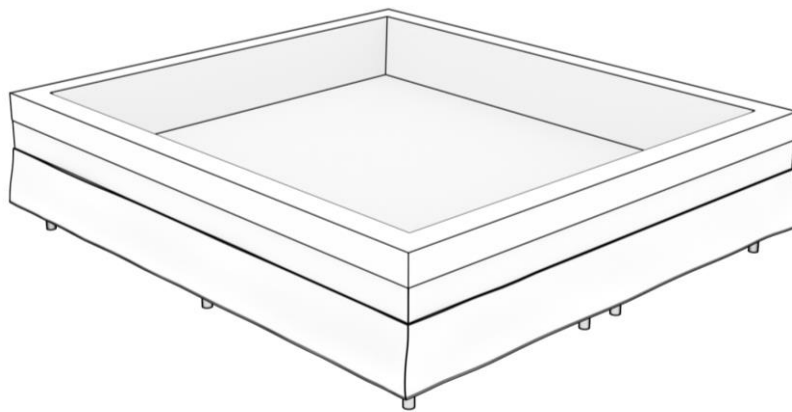

Abbildung 8: Installieren der Sicherheitsfolie über den Schaumrand.
Schritt 8. Legen Sie die Schutzfolie wie in Abbildung 8 dargestellt über den Schaumrand, wobei die glatte Seite mit Klettverschluss unten und die raue Seite oben liegt. Ziehen Sie die Sicherheitsfolie über den Schaumrand, wobei Sie zuerst die Ecken und dann die Seiten von der Mitte jeder Seite aus ziehen.